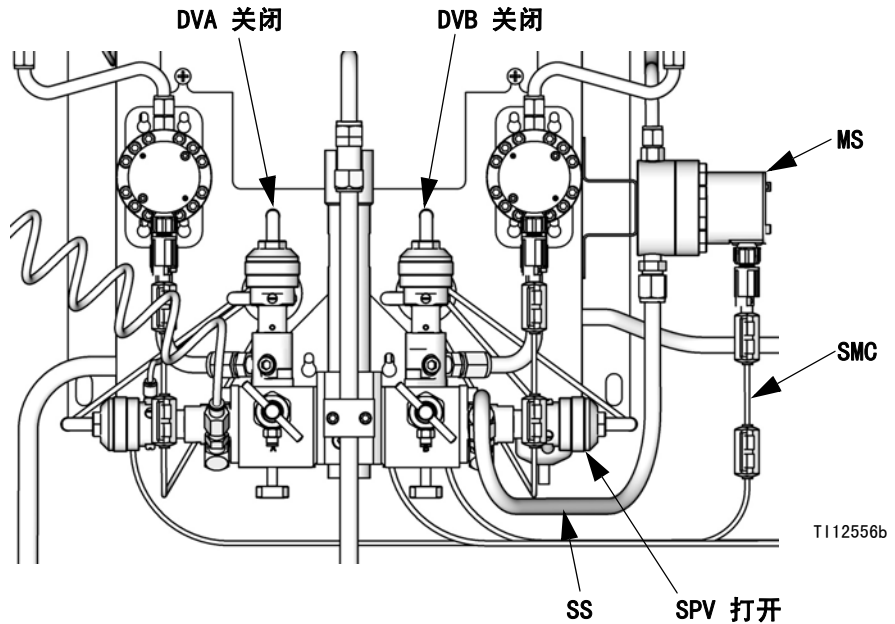

图 69. 溶剂入口设置
1. 参见图 69。在流体盘侧安装溶剂流量计（MS），如 ProMix 2KS 安装手册中所述。